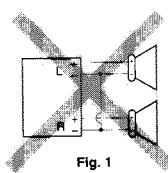
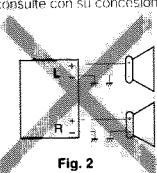

Fig. 1
Fig. 2
- If the speaker wiring in your car is as illustrated in Fig. 1 and Fig. 2 below, DO NOT connect the unit using that original speaker wiring. If you do, the unit will be seriously damaged. Redo the speaker wiring so that you can connect the unit to the speakers as illustrated in Fig. 3.
- Si el conexionado de altavoz de su automóvil es como se indica en las Figs. 1 y 2 de abajo, NO conecte la unidad utilizando ese conexionado de altavoz original. Si lo hace, se producirán daños graves en la unidad. Vuelva a efectuar el conexionado de altavoz de manera que pueda conectar la unidad a los altavoces de la manera indicada en la Fig. 3.
- Si le câblage des enceintes de votre voiture est réalisé comme montré sur la Fig. 1 ou Fig. 2 ci-dessous, NE CONNECTEZ PAS l'appareil en utilisant ce câblage original d'enceintes. Si vous le faites, l'appareil sera sérieusement endommagé. Recommandez le câblage des enceintes de façon que vous puissiez connecter l'appareil aux enceintes comme montré sur la Fig. 3.